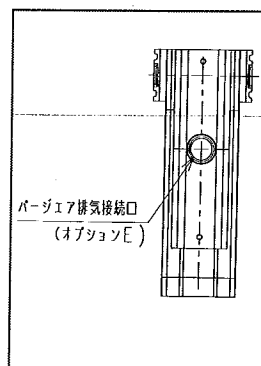

図 9
- 5) SU3000 シリーズのオプション E の場合、排気エアの配管は内径 8mm 以上のホース又は配管材を使用し、長さは 3m 以内としてください。(図 9 参照)
- 6) SU4000 シリーズのオプション E の場合、排気エアの配管は、内径 8.9mm 以上のホース又は配管材を使用し、長さは 2m 以内としてください。(図 9 参照)